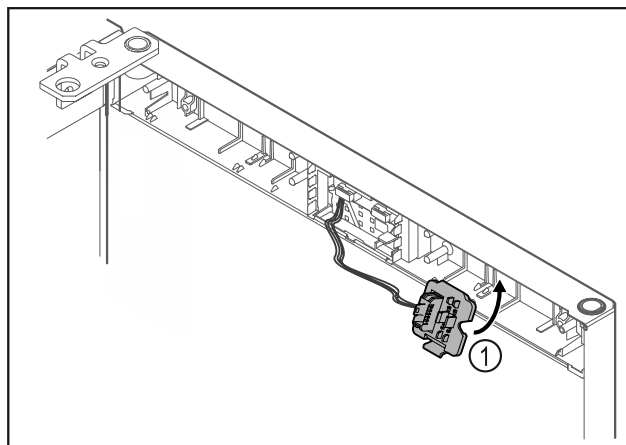

Fig. 21
- Clipser le support de connecteur Fig. 21 (1) du côté opposé.*